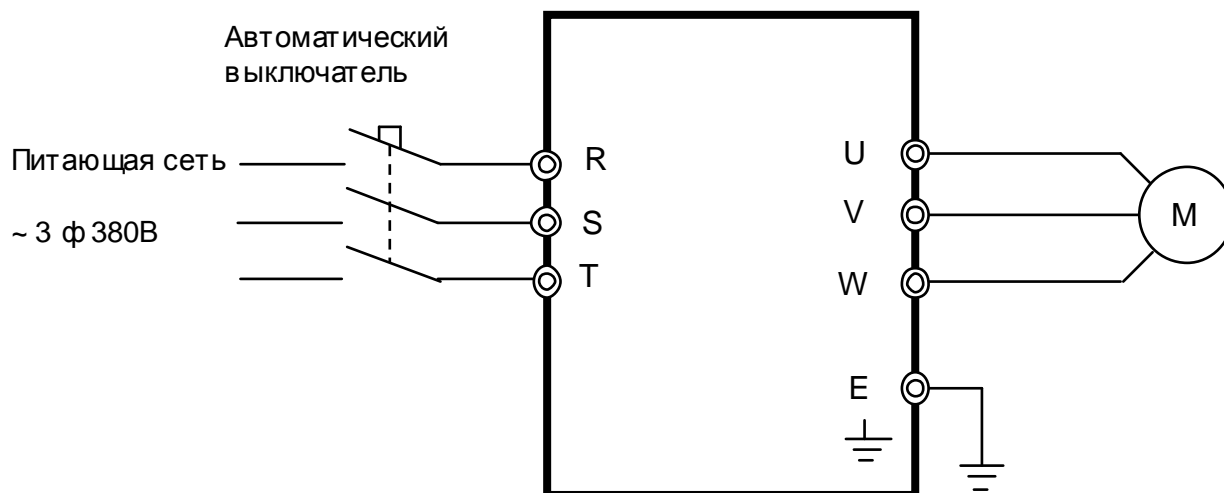

Рис. 8.2. Схема подключения силовых цепей ПЧ EI-7011
8.2. Подключить проверяемый ПЧ по схеме, приведенной на рис. 8.2.